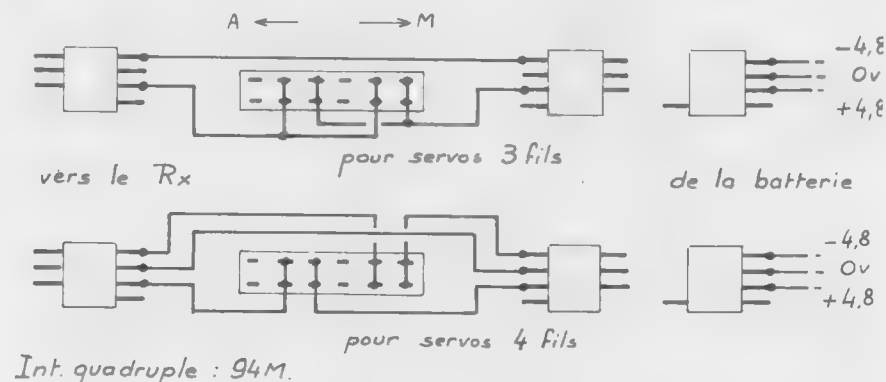

Fig. XI-10. — Cordon Interrupteur avec ou sans 0v.
- En 3 fils, monter ces interrupteurs deux par deux. (Voir fig. XI-10.)